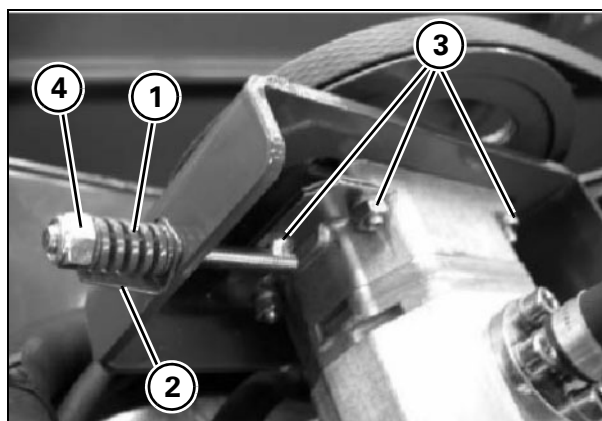

Рис. 20
**18.)Приводной ремень насоса мотовила****Модели MF 7260 и MF 7270 - Рис. 20**